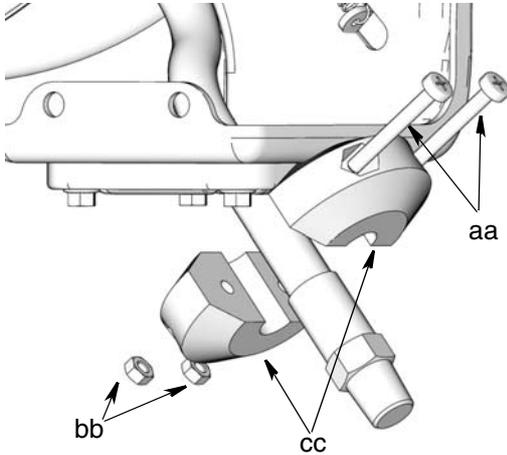

FIG. 20
4. Enlever l'arrêt du tuyau de l'extrémité du tuyau et conserver toutes les pièces dans un endroit sûr pour remettre le nouveau tuyau plus tard (FIG. 20).